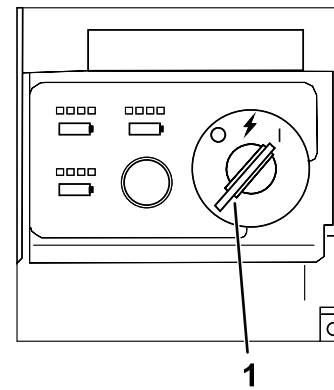

Bild 17
4. Drehen Sie den Schlüssel in die RUN-Stellung, um die Maschine zu starten (Bild 17).